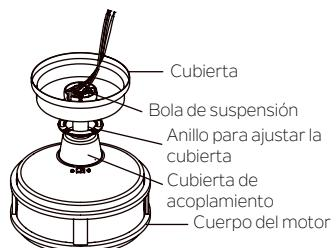

Fig. 9
**Paso 5.** Deslice la cubierta del acoplamiento, el anillo de ajuste del dosel y el dosel sobre la varilla. Vuelva a instalar con mucho cuidado la bola de suspensión en la varilla. Asegúrese de que el pasador transversal esté en la posición correcta y que los tornillos de fijación estén apretados y que los cables no estén torcidos. (Fig.9)